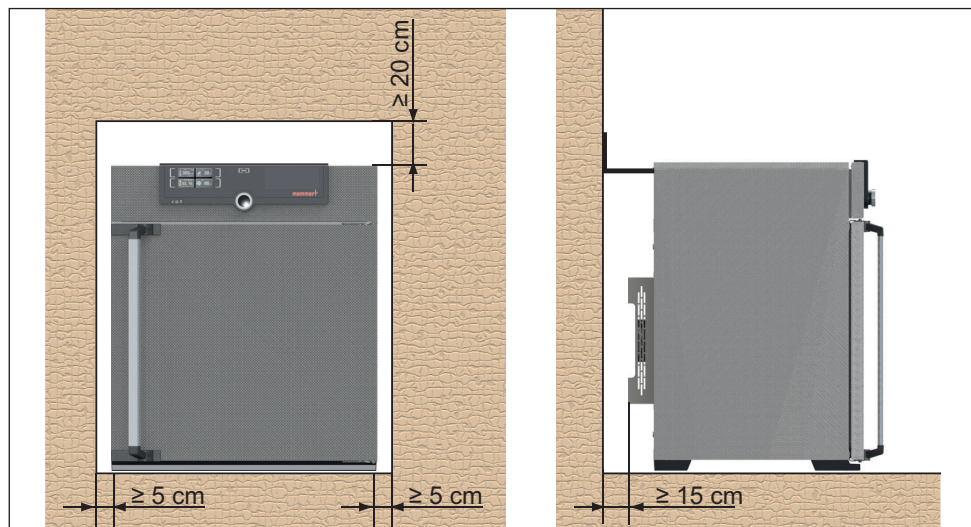

Bild 7 Minimiavstånd till väggar och innertak
Avståndet mellan rummets vägg och enhetens bakre vägg måste uppgå till minimum 15 cm. Avståndet till innertaket får inte underskrida 20 cm och avståndet i sidled till vägg eller närliggande enhet får inte underskrida 5 cm (Bild 7). Som grund måste tillräcklig luftcirkulation säkerställas runt enheten.
2. Böj tippsäkringen ovanifrån vid önskat väggavstånd till 90° (beakta minimiavståndet till vägg, se Bild 7).